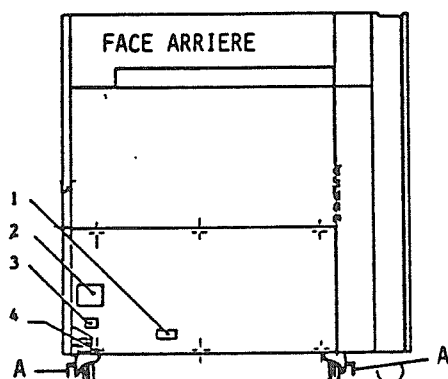

FIG.3
- .. sur la face arrière (fig.3)